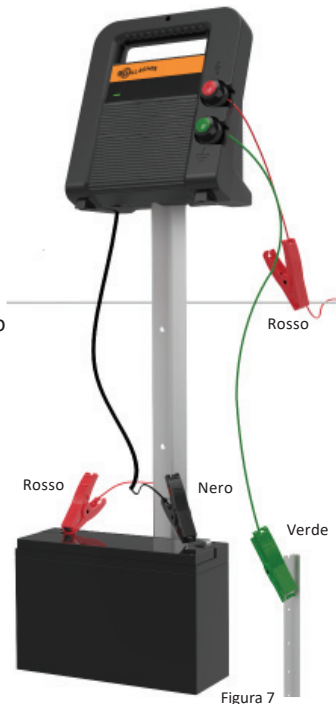

Figura 7
- Collegare il terminale verde al picchetto di messa a terra conficcato per almeno 1 m nel terreno (Figura 7).